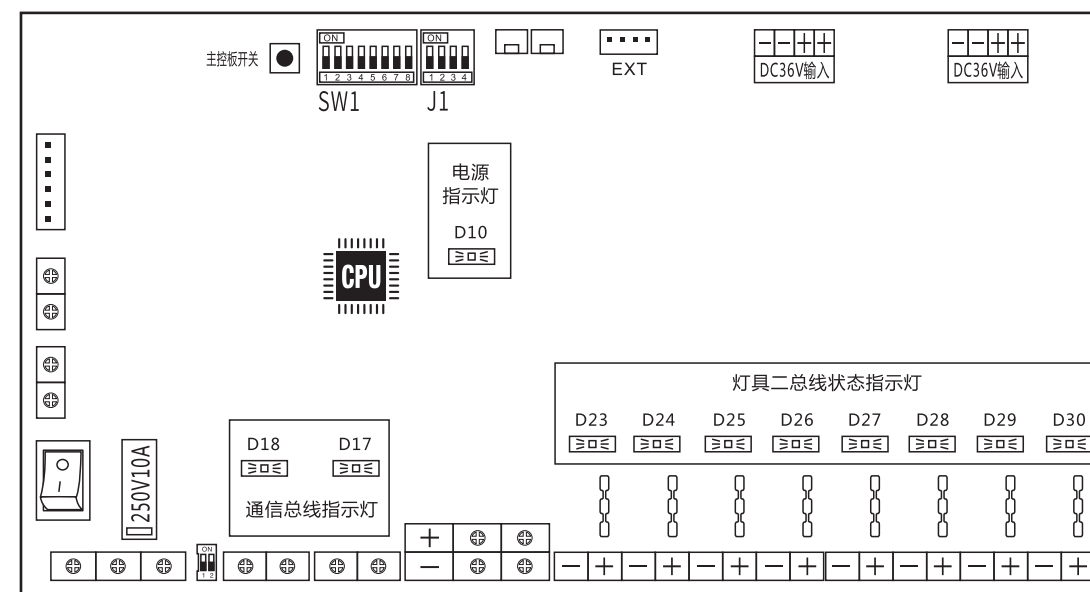

图36
E: 表示 CPU 芯片版本日期(见图36)
F: 表示 CPU 芯片版本日期(见图36)
(2)、主控模块指示灯(见图36)
(3)、拨码开关的使用（见图36）（说明：如线路板中已取消此开关，则请忽略该项操作说明。）